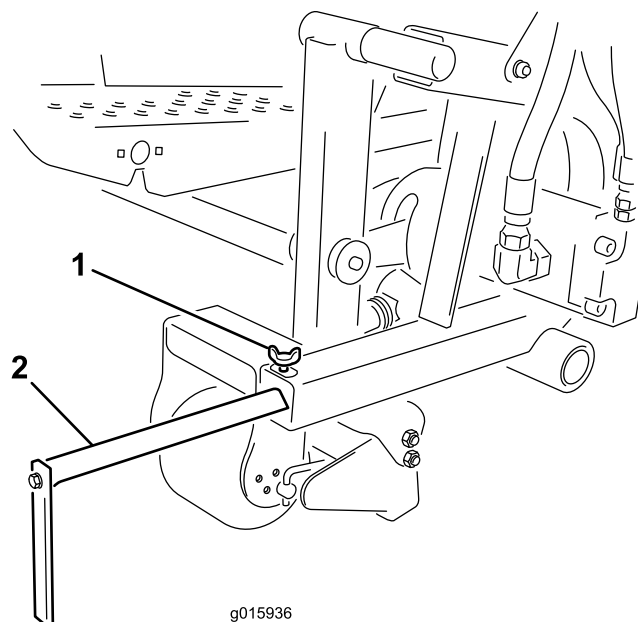

Figure 11
Desserrez la vis de réglage et amenez le guide d'alignement à la position voulue (Figure 11).
1. Desserrez la vis et déplacez le guide d'alignement en avant ou en arrière à la position voulue (Figure 11).